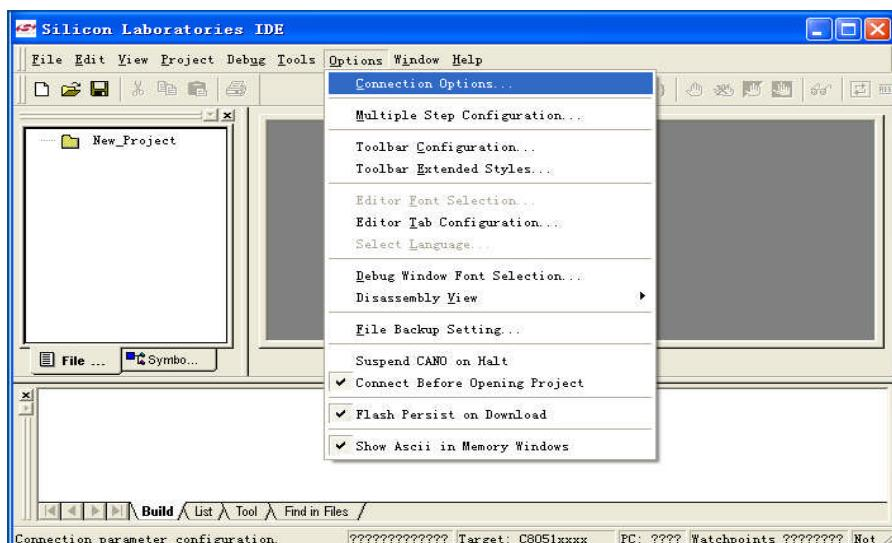
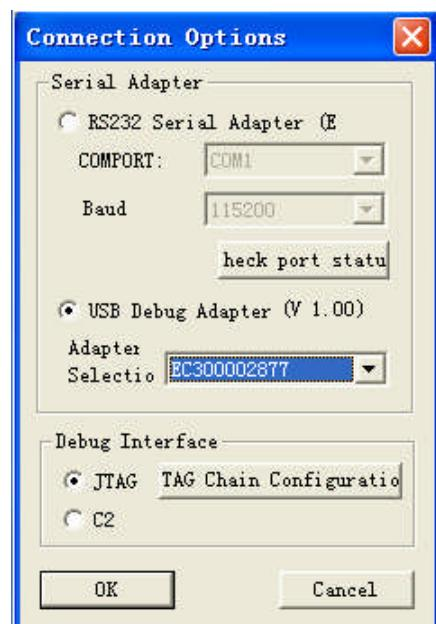
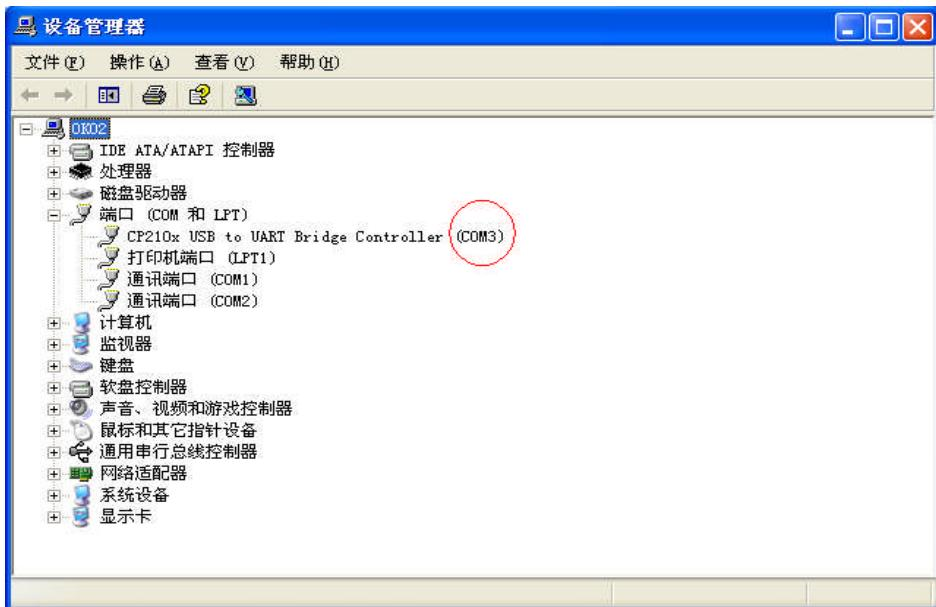

图 2
图 3
图 4
3. 安装结束, 打开 IDE 集成开发环境, 在新建或打开原有的项目后, 点击主菜单“Options”选择“Connection Options..”选项(如图 2 所示), 进入图 3 界面。
(1) 若调试器使用 U_EC3/ U_EC5, 选择与图 3 相同选项, 点击 OK 即可进行连接、程序下载和在线调试。
(2) 若调试器使用 U_EC2, 图 3 中“Serial Adapter”框选“RS232 Serial Adapter...”一项。其中, “COMPORT”的选择要参照“设备管理器”的端口选项(图 4 中红色圆圈)。已知红色圆圈内容后, 点击“COMPORT”复选框, 选择“Other COM”项, 输入与“设备管理器”中相同的 COM 口值(如“3”), 则“COMPORT”复选框的内容为“COM3”。点击 OK 即可进行连接、程序下载和在线调试。